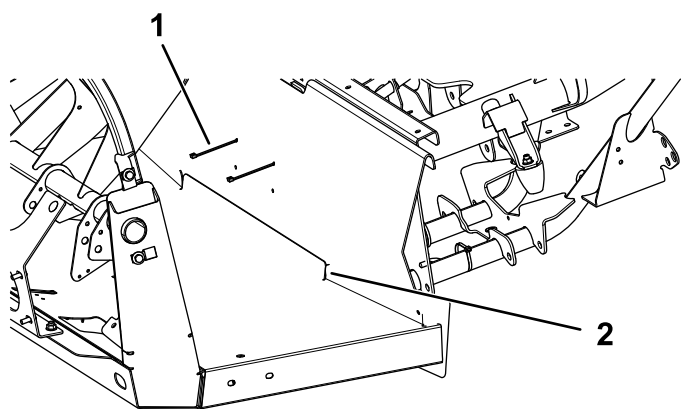

Figura 23
3. Rabatați clapeta în spatele flanei de pe podea (Figura 23).
4. Fixați clapeta cu 2 coliere de cablu în jurul tubului cadrului central (Figura 23).